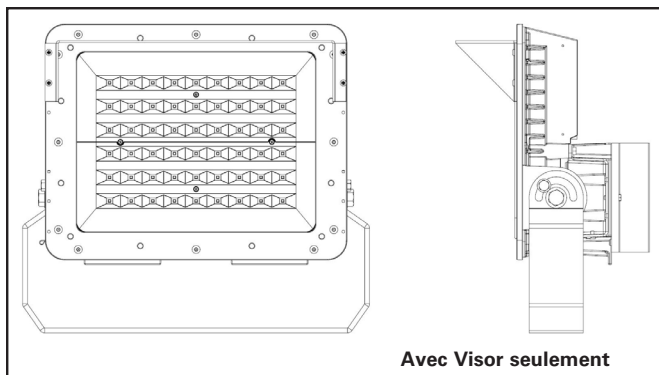

Figure 8
3. Bien aligner l'unité Visor avec les quatre (4) trous de vis en haut du luminaire, comme illustré sur la figure 8.